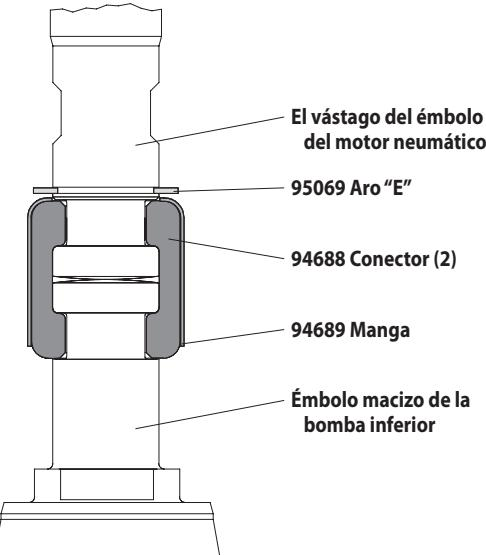

Figura 2
- Usando pinzas para aros en "E", deslice hacia arriba el aro "E" lo suficiente para permitir que el manguito se deslice para arriba y libere los dos conectadores (figura 2).